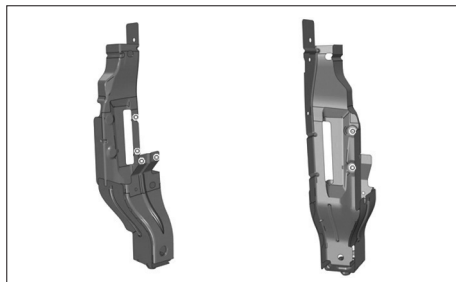

FIG. 6
- Percer la pièce neuve de trous pour le soudage par points bouchons (Fig.6).